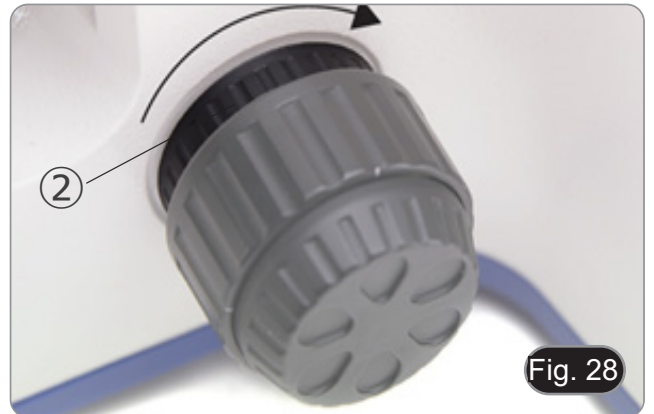

Fig. 28
1. Um die Spannung an die persönlichen Bedürfnisse anzupassen, drehen Sie den Ring ②. (Fig. 28)